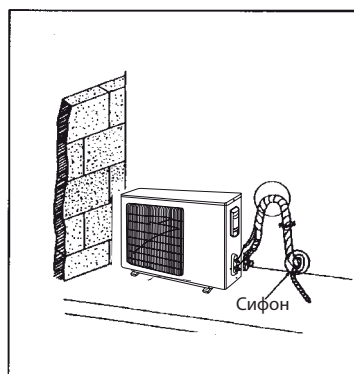

Рис. 16
2. Наружный блок установлен выше внутреннего блока (см. рис. 16).